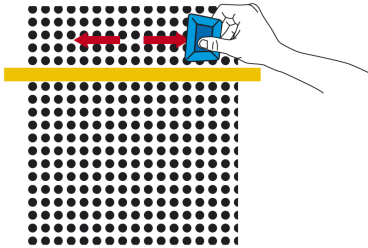

Figure 04
- › Appliquer le film avec la raclette préalablement recouverte de feutrine du centre vers les bords. (FIG. 04)